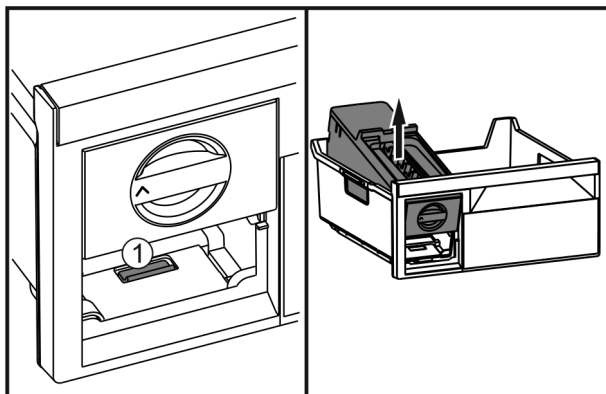

Fig. 59
- ▶ Нажать на накладку Fig. 59 (1), EasyTwist-Ice поднять сзади и вынуть из выдвижного ящика морозильника.